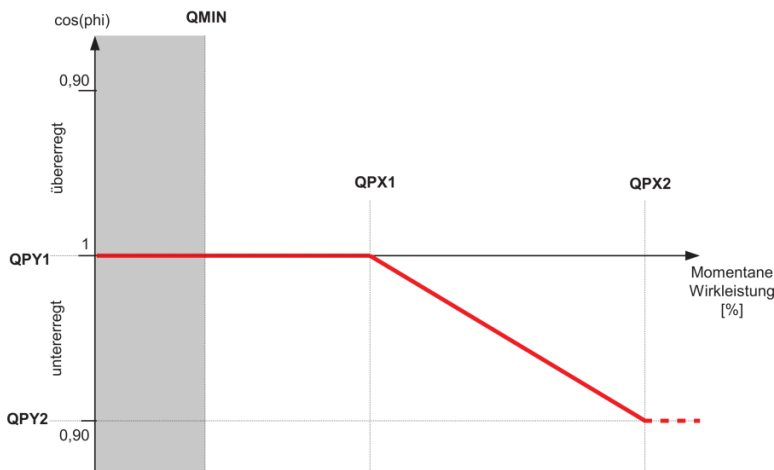

Figura 27: caratteristica Q(P)
- **QPX1 QPX2:** Inserire i valori di impostazione per QPX1 e QPX2 utilizzando i campi per l'inserimento delle cifre. Prendere i valori di impostazione di Figura 27.